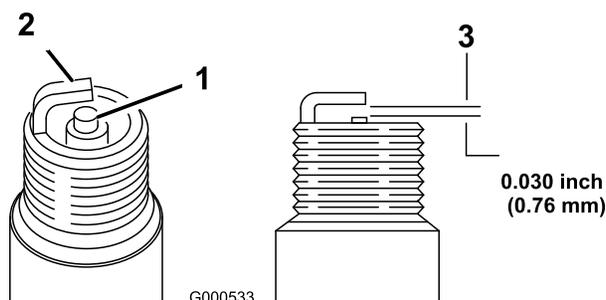

Figure 24
- Régalez l'écartement des électrodes à 0,76 mm (Figure 24).